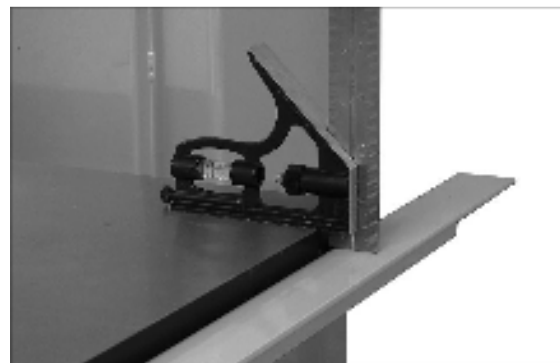

Рис. 5: выравнивание задней направляющей
2. Соблюдение точного расстояния от задней направляющей до поверхности стола не является важным, но задняя направляющая должна быть выставлена параллельно поверхности стола. Установите измерительное устройство, такое как комбинированный угольник (см. Рис. 5) спереди и сзади стола, как показано на рис. 5. С обеих сторон задней направляющей показания должны быть одинаковыми. При необходимости произведите регулировку.